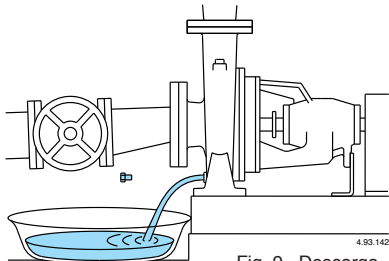

Fig. 9 Descarga.
**Si la bomba permanece inactiva por largo periodo de tiempo, o si existe peligro de heladas, esta debe de ser vaciada completamente (fig. 9).**